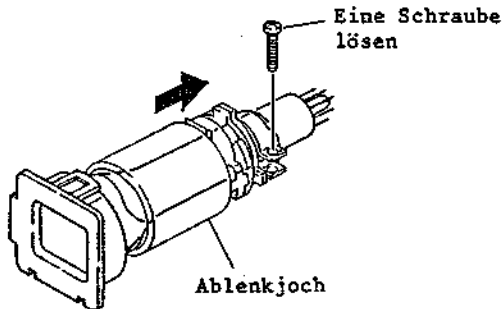

Abb. 2-109 Ausbau der Kathodenstrahlröhre
### 5-4 Ausbau der Kathodenstrahlröhre (Abb. 2-109)
4. Eine (1) Befestigungsschraube des Ablenkjochs ausbauen (siehe Abb. 2-109).